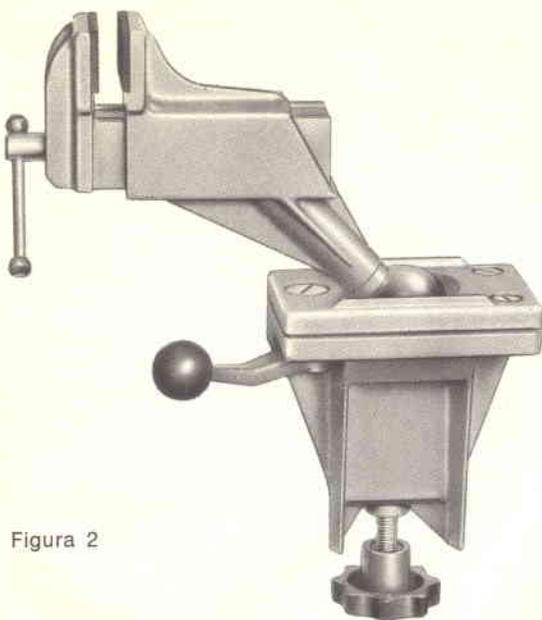

Figura 2
**Figura 2** illustra la combinazione Spannfix con la testa smontabile.